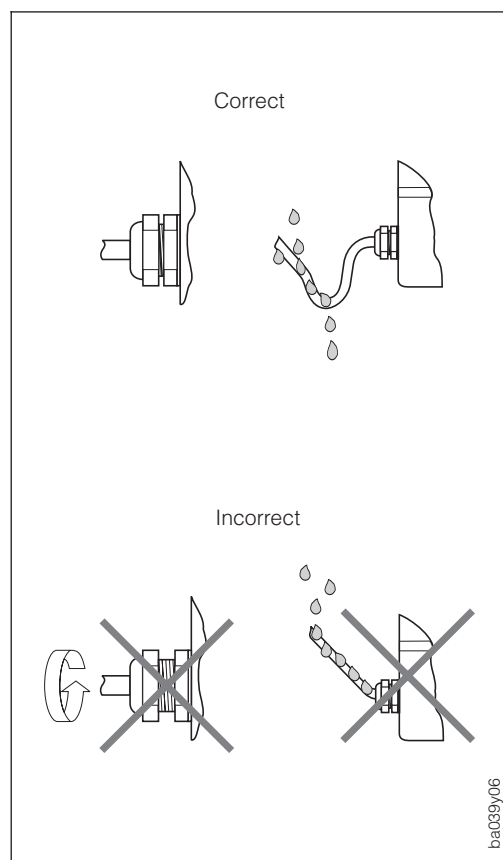

Fig. 20
- Serrer le presse-étoupe à fond (fig. 20).